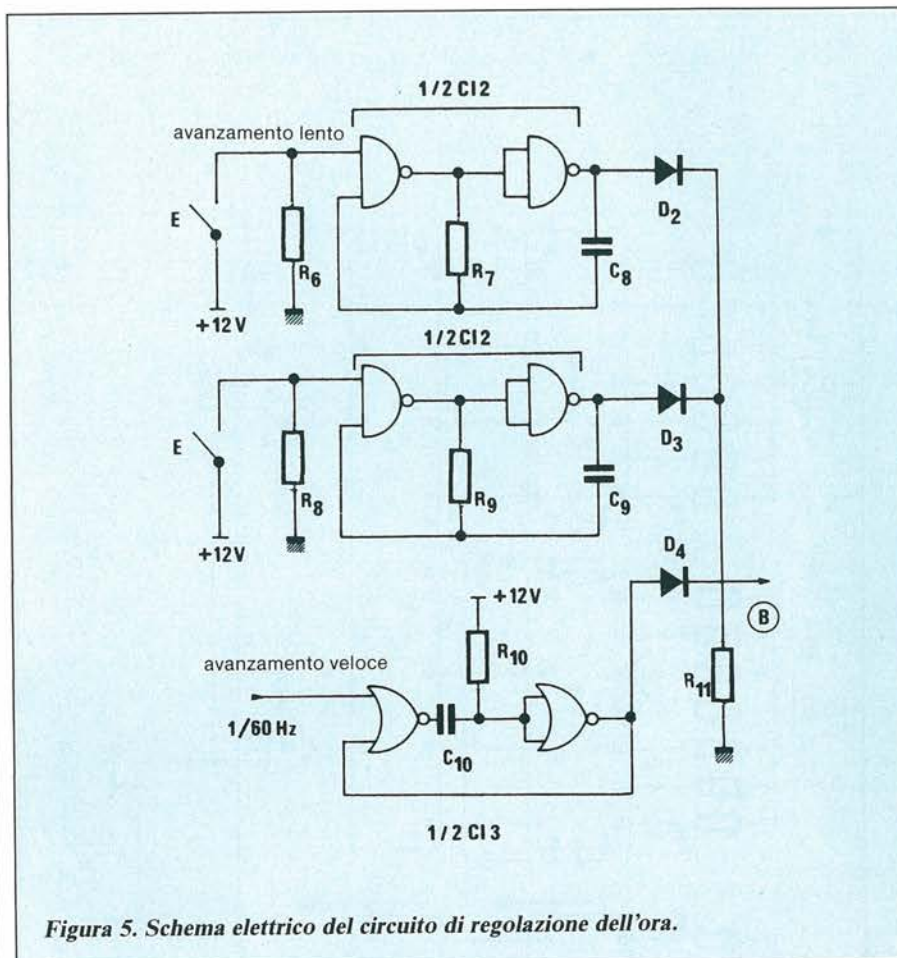

Figura 5. Schema elettrico del circuito di regolazione dell'ora.
4. Regolazione dell'ora (Figura 5)